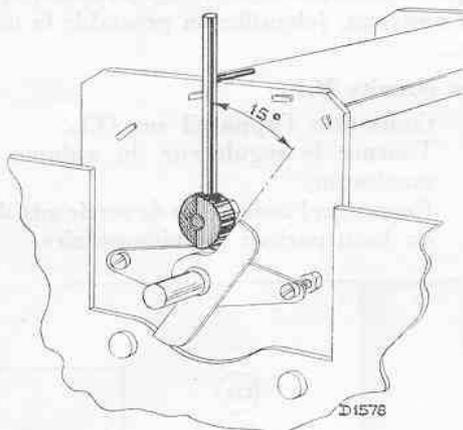

Fig. 4
2. Placer le calibre de 15° (voir fig. 4).